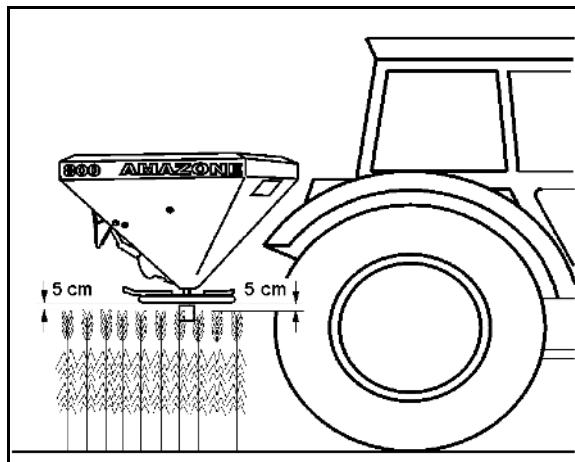

図 63
短い散布偏向板にはツールを用いずに上に畳むことができる回転ウイング(図 63/1)が備わっています。この回転ウイングにより、追加の付属品を用いることなく、1 m 以下の高さの穀物に遅い追肥を実施できます。
3. 敷偏向板の回転ウイング(図 63/1)を標準施肥と遅い追肥用の希望する位置に旋回させます。